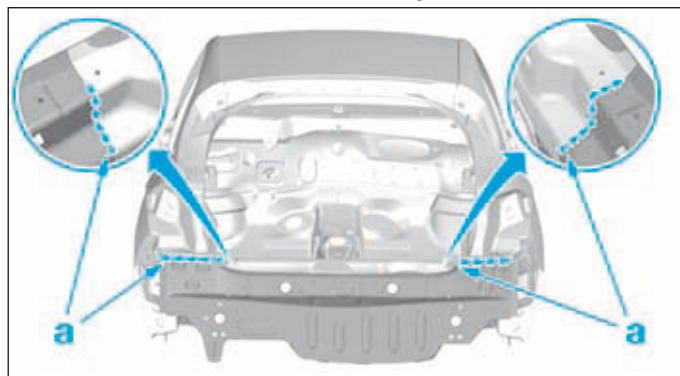

FIG.167
- Meuler les cordons de soudure MAG en (a) (Fig167).